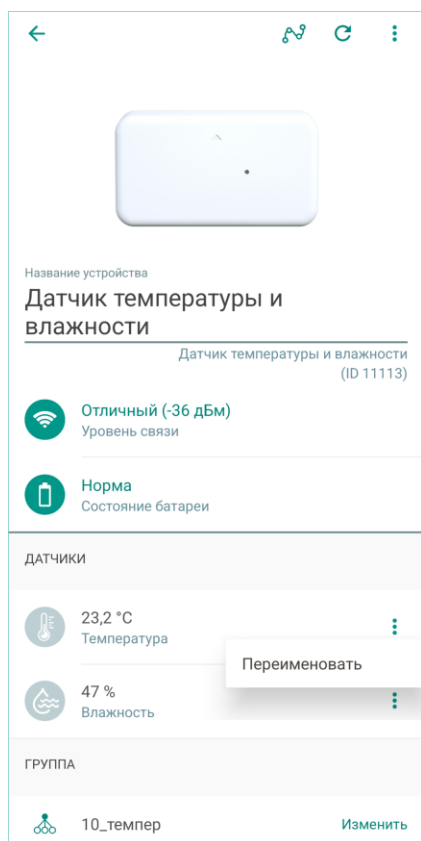

Рисунок 11.2 — Переименование сенсоров
- Коснитесь кнопки вызова меню внутреннего датчика (три точки в правой части строки с названием датчика), и выберите пункт *Переименовать* (см. рисунок 11.2).